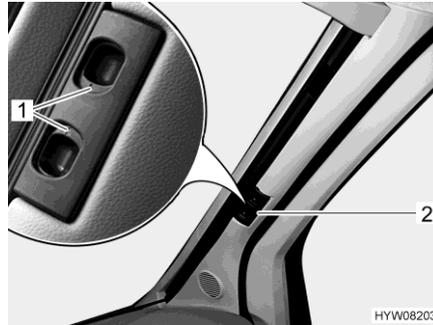

Bild 41 Faltverdunklung für die Frontscheibe
- Die beiden Hälften der Faltverdunklung für die Frontscheibe am Griff (Bild 41,2) bis zum Anschlag nach außen schieben. Dabei den Griff waagrecht in Richtung Verriegelungsaussparung bewegen.
- Die Entriegelungsgriffe (Bild 41,1) einrasten lassen.